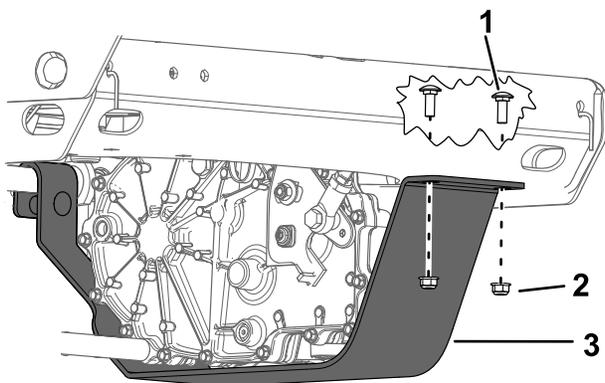

図 64
5. 両方のトランスアクスルガードからボルト2本とナットを外す 図 64。
8. 両方のトランスアクスルガードを上跳到ね上げ、ボルト2本とナット2個で固定する 図 64。